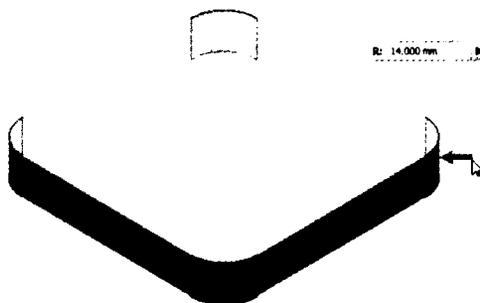

Рис. 3.16. Добавление геометрии в существующий эскиз
7. Нарисуйте окружность побольше из того же центра без указания значения диаметра, затем нажмите кнопку **Esc**, чтобы выйти из инструмента **Окружность: центр** (рис. 3.16).